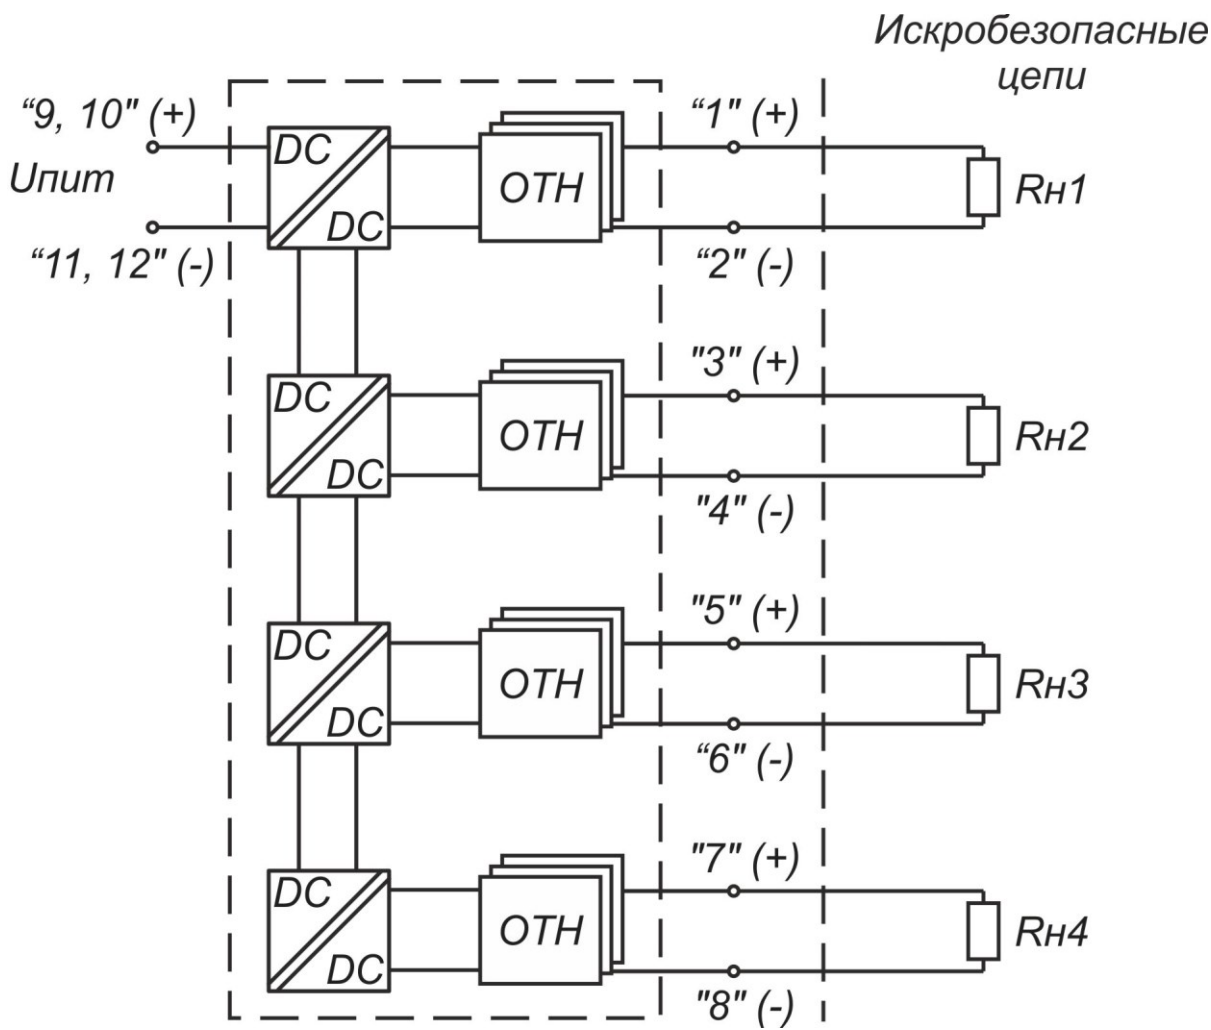

Рис. 2. Схема подключения блока ЛПА-200
8.2.3. Схема подключения приведена в п. 9 «Схемы подключения» на Рис. 2.